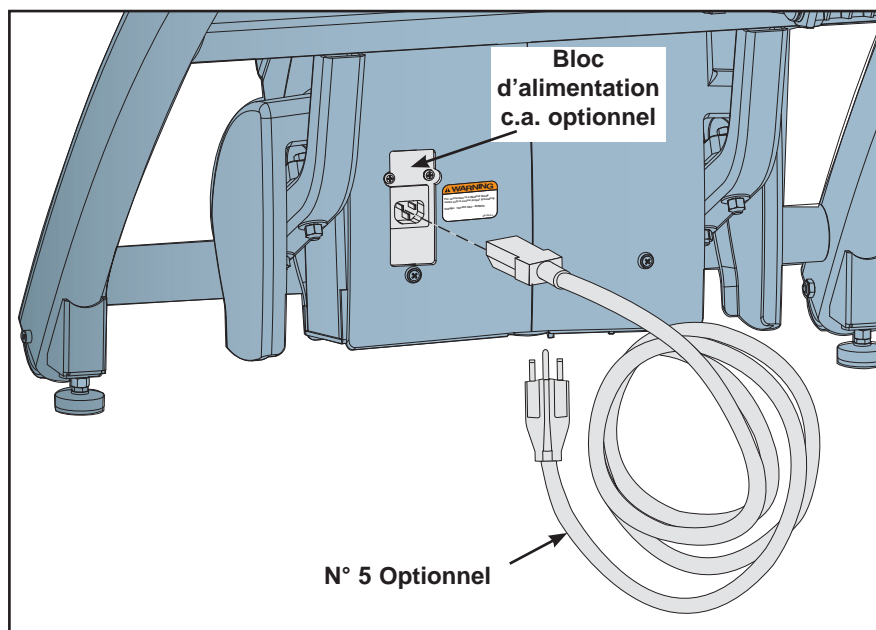

Figure 16
- A. Branchez le cordon d'alimentation optionnel (n° 5) dans l'entrée de courant. **REMARQUE :** Pour le moment, ne branchez pas le cordon d'alimentation optionnel dans une prise de courant. Reportez-vous à la figure 16.